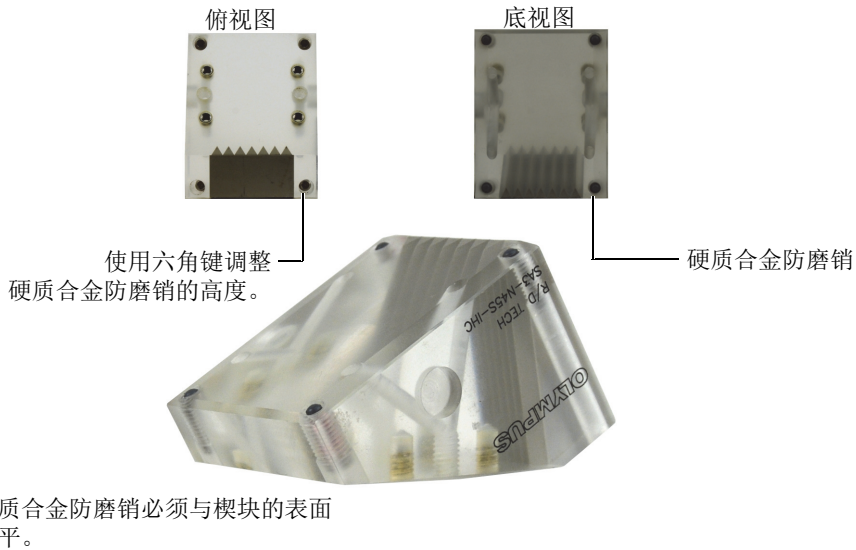

图 2-30 调整楔块的硬质合金防磨销
楔块的设计目的是承载超声探头或相控阵探头，以确保超声波的扩散范围足够大，可以覆盖到整个被测表面，而且还可以确保耦合剂的正确流向。为了减少楔块的磨损，可将硬质合金防磨销插入到楔块接触面的每个角中（参见第58页的图 2-30）。
- ◆ 使用六角键调整每个已经装好的楔块中的硬质合金防磨销的高度。确保每个防磨销的顶部与楔块的表面齐平（参见第58页的图 2-30）。
所有硬质合金耐磨销都应 与楔块表面齐平（参见第58页的图 2-30）。